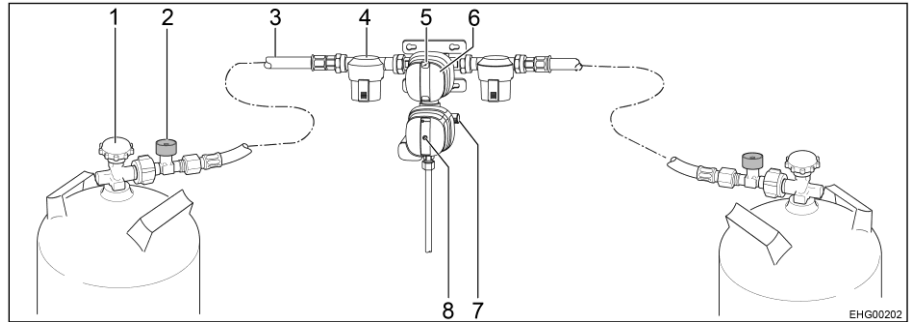

Bild 94 Säkerhetsgastryck-styrssystem DuoControl CS
DuoControl-styrsystemet består av en omkopplingsventil och en crashsensor. DuoControl-styrsystemet är monterat mellan högtrycksslangarna (Bild 94,3) med slangbrottssäkring (Bild 94,2). Med vredet (Bild 94,6) på omkopplingsventilen ställer du in vilken gasflaska som ska användas som driftflaska och vilken som ska användas som reservflaska.
I fönstret (Bild 94,5) visas gasförsörjningens status:
Crashsensorn stänger av gastillförseln vid kraftig vibration (t. ex. vid en krock). Den gula återställningsknappens (Bild 94,8) läge indikerar crashsensorns driftstatus:
- När den gula återställningsknappen (Bild 94,8) är intryckt är crashsensorn driftklar.
- När den gula återställningsknappen (Bild 94,8) sticker ut är crashsensorn **inte** driftklar. Idrifttagning, se nedan.
Slangbrottssäkringen (Bild 94,2) stänger av gasflödet om den anslutna slangen går sönder. Slangbrottssäkringen måste aktiveras genom att trycka på den gröna knappen.
- Med vredet (Bild 94,6) på omkopplingsventilen väljs gasflaskan, som ska prioriteras (driftflaska). Vrid alltid vredet till stoppläget.
- Öppna huvudavstängningsventilerna (Bild 94,1) på gasflaskorna.
- Tryck in slangbrottssäkringens gröna knapp (Bild 94,2) i cirka 5 sekunder. I fönstret (Bild 94,5) visas den gröna markeringen.
- Om crashsensorn har utlöst (den gula återställningsknappen (Bild 94,8) sticker ut):
Tryck in den gula återställningsknappen (Bild 94,8) hårt, vrid lätt medurs och håll den intryckt i 5 sekunder. Säkerställ att återställningsknappen stannar klar i det intryckta läget ("driftklar").
■ Stäng huvudavstängningsventilerna (Bild 94,1) på gasflaskorna.
Om den gröna kontrollampan (Bild 95,6) slocknar under drift och den röda kontrollampan (Bild 95,5) tänds är driftflaskan tom och måste bytas ut. I fönstret (Bild 94,5) för gasflaskan visas den röda markeringen. Gasförbrukarna försörjs med gas från reservflaskan.
- Vrid vredet (Bild 94,6) till stoppläget i riktning mot den aktuella gasflaskan. Då blir denna gasflaska driftflaska och den tomma flaskan blir reservflaska. Markeringen i fönstret (Bild 94,5) växlar från rött till grönt.
- Stäng huvudavstängningsventilen (Bild 94,1) på den tomma gasflaskan. Beakta pilriktningen.
- Tryck på den gröna knappen på slangbrottssäkringen (Bild 94,2).